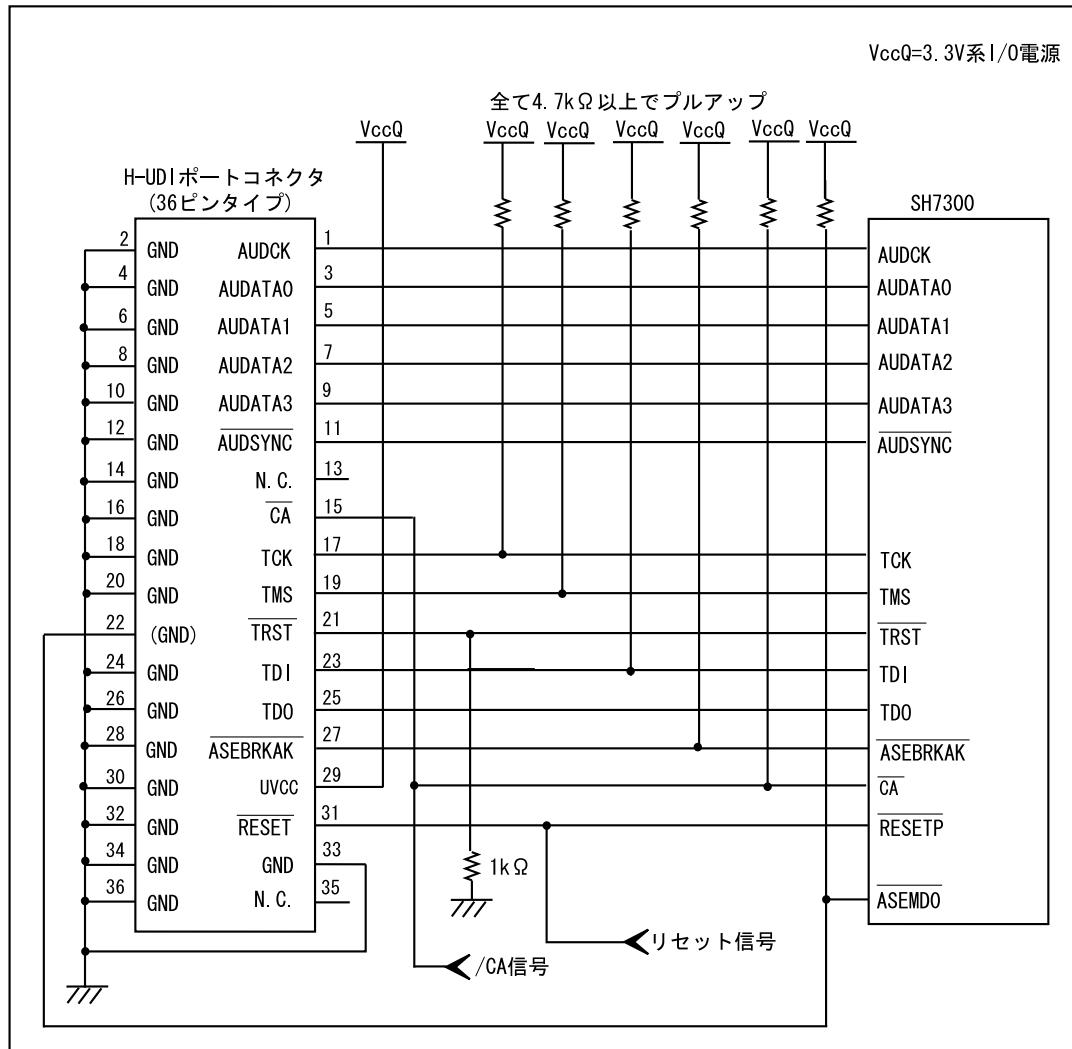

図1.3 E10A-USB 使用時の H-UDI ポートコネクタ - チップ間の推奨接続例
- 図1.3 推奨接続例で回路を組んだ場合のE10A-USBエミュレータのスイッチ設定:SW2=1, SW3=1